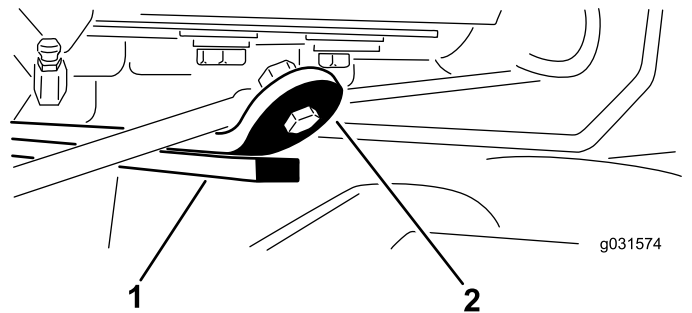

図 14
3. エンジンを始動し、昇降アームを上昇させて、後カッティングユニット上部にあるウェアのウェアストラップとバンバーストラップとの間のすき間が、0.512.54mm になっていることを確認する 図 14。